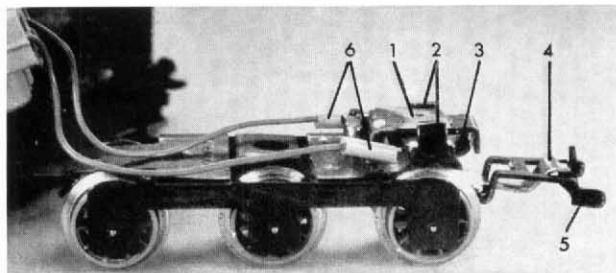

Abb. 12 Tenderfahrgestell 20 091 der Lokomotive BR 024 (3003) mit eingebauter Telex-Kupplung, von der Seite gesehen
5.4 Der schwierigste Teil des Umbaus, der des Tenders, wird an Hand der Abb. 12 ... 14 genau beschrieben.
5.41 Ist der Tender vollständig zerlegt und sind die 3 Achsen und die Kupplung entfernt, so muß der Tenderboden längs des Kupplungshalters eingesägt und nach Abb. 12 als Z-Winkel gebogen werden.
5.42 Der Haltebügel des Telex-Magneten wird zum Fixieren mit einer Flachzange nach innen gebogen. Die Kupplungsteile hält eine Zylinderschraube M2 x 10 mm. Im Tenderboden ist in einem Abstand von 7 mm (von der Blechkante beim mittleren Radsatz) eine 2,2-mm-Bohrung anzubringen. Die M2-Schraube wird in 2 Messingröhrchen von 3,0 bzw. 2,5 mm Ø gesteckt und mit 2 M2-Muttern befestigt. Das Röhrchen unter dem Tenderboden - zur lockeren Halterung der Kupplungsteile und zur Arretierung der Kupplungsfeder - ist etwa 3 mm lang. Das andere Röhrchen oberhalb des Tenderbodens ist 4 mm lang. Es ist das Distanzröhrchen, weil die M2-Mutter am Tenderboden keinen Platz hat, d. h. zu nah am Z-Winkel wäre. Die Kupplungsbefestigung zeigen die Abb. 12, 13 und 14.